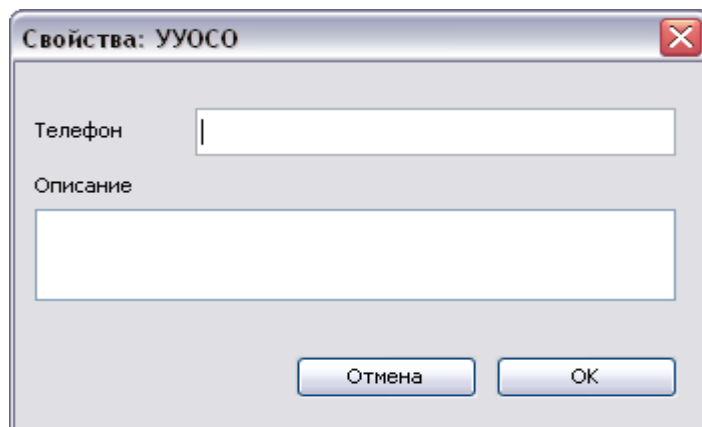

Рисунок 44 - Окно параметров УУОСО
- далее, установив значки УУОСО в нужном месте рабочего поля, нужно занести его параметры, вызвав контекстное меню и выбрав окно «Свойства: УУОСО». В текстовое поле «Описание» внести характеристики УУОСО и телефонный номер связи между УУОСО и пультом управления комплексом, см. рисунок 44;